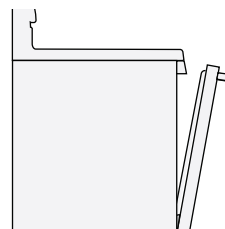

Figure 20 : Porte ouverte en position d'arrêt du gril
4. Placez la lèchefrite sur la grille de four. Centrez bien la lèchefrite directement sous l'élément du gril. Faites une cuisson au gril en laissant la porte ouverte en position d'arrêt (Figure 20). Tirez toujours la grille jusqu'à la position d'arrêt avant de tourner les aliments ou de les retirer du four.